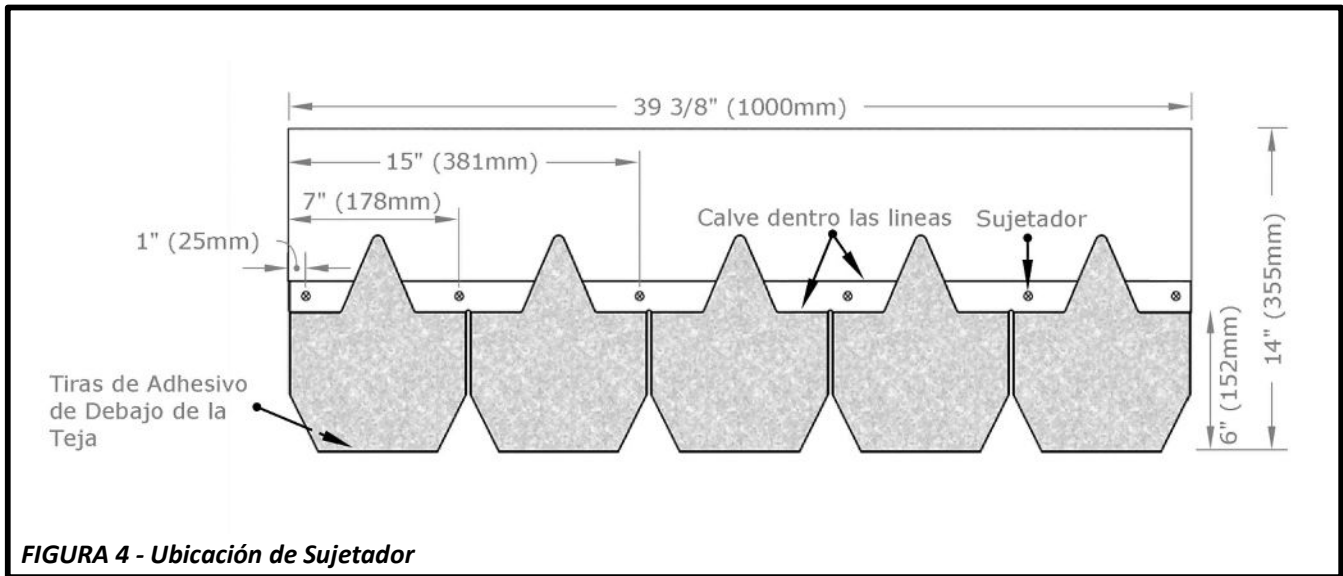

FIGURA 4 - Ubicación de Sujetador
- Los sujetadores deberán ubicarse a **1" (25 mm)** de la parte superior de la exposición en la zona ancha para clavar de la teja para techos F-WAVE® REVIA®, y a **1" (25 mm), 7" (178 mm) y 15" (380 mm)** de un lado a otro de la teja. Vea la **Figura 4**. Los sujetadores no deben estar expuestos una vez que la instalación esté completa.